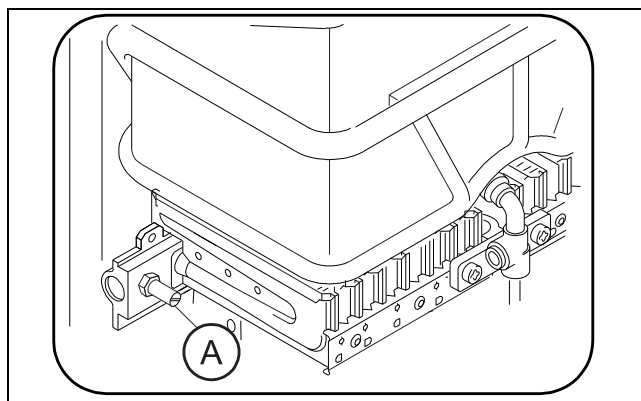

Fig. 10 Vis de pression
- Dévisser la vis de pression (fig. 10).